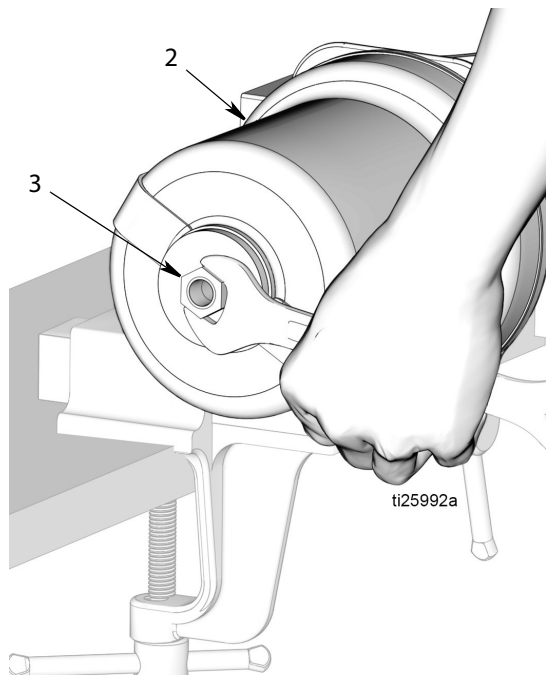

Рис. 54
- е. Накрутите стопорную гайку поршня (3) на верхнюю часть пневматического цилиндра (2), как показано на Рис. 54. Затяните гайку гаечным ключом. Затягивать гайку следует с усилием 15 - 17 футофунтов (20,3 - 23,1 Н·м).